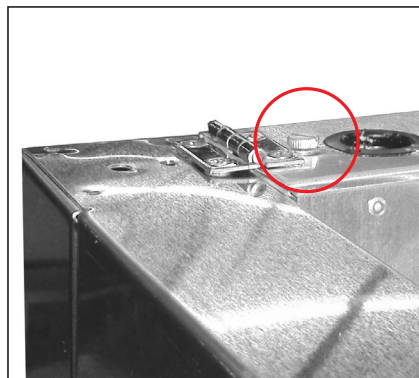

Рис. 1. Расположение винтов с накатной головкой.
2. Определить положение винтов с накатанной головкой в верхней части устройства. См. рис. 1.